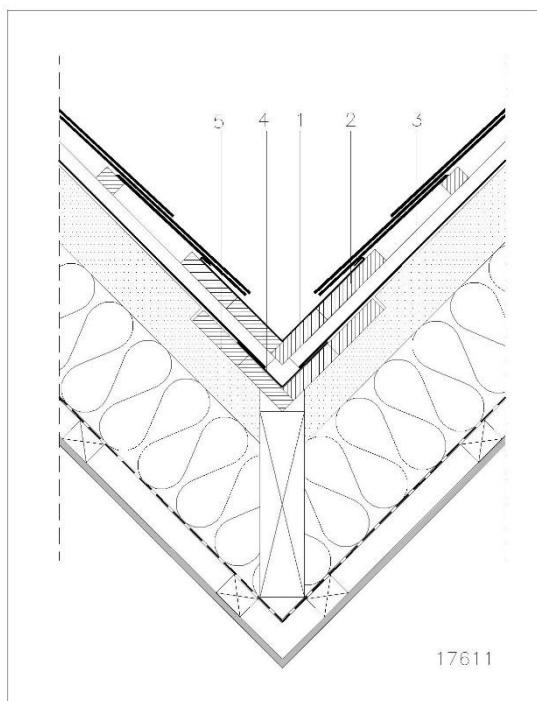

Fig. 15: Open ki(e)lgoot
- De open ki(e)lgoot (Fig. 15 en 16 en Foto 5).